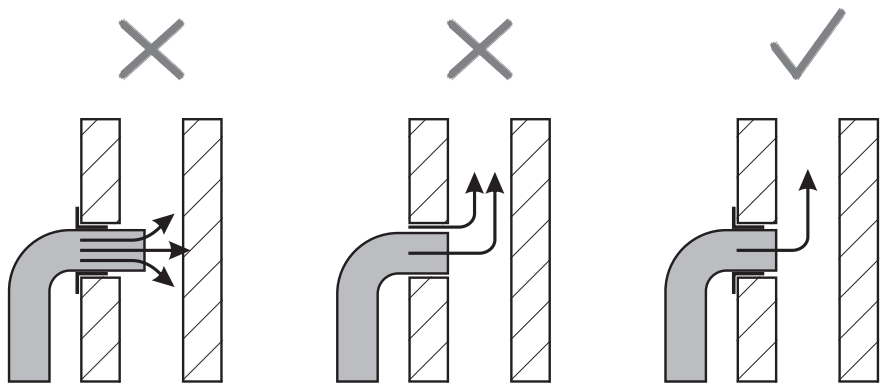

Figure 3
- le conduit de fumée ne doit pas être enfoncé trop profondément et les ouvertures de raccordement doivent être scellées (figure 3).